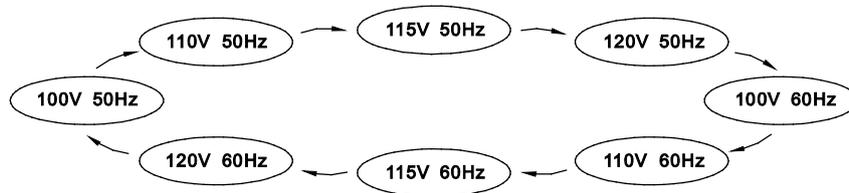

図 5-2 出力電圧と周波数の設定
2. 設定ボタンを 1 秒間押す度に、LED 状態は変化します。図 5-2 と表 5-2 をご参照になり、ご希望の出力電圧、周波数に設定して下さい。出力電圧設定後、設定ボタンを 3~5 秒間押して下さい。インバータよりピープ音が鳴ります。次に C パワーセーブモードの設定に移ります。